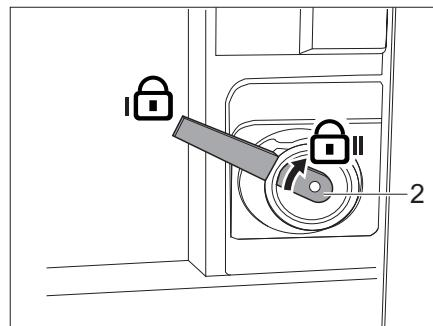

Fig. 24 Serratura della porta di ingresso, lato interno, bloccata livello 2
- Ruotare il chiavistello girevole (Fig. 24,2) verso l'alto.